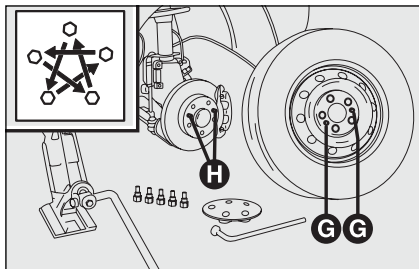

fig. 9
- monteer het reservewiel, waarbij de gaten **G-fig. 9** over de pennen **H** moeten vallen. Zorg er bij het monteren van het reservewiel voor dat de boutgaten en alle contactvlakken van het reservewiel schoon zijn en geen onzuiverheden bevatten, omdat hierdoor na verloop van tijd de wielbouten kunnen loslopen;
- draai de wielbouten kruiselings vast, in de volgorde die is aangegeven in het schema in **fig. 9**.